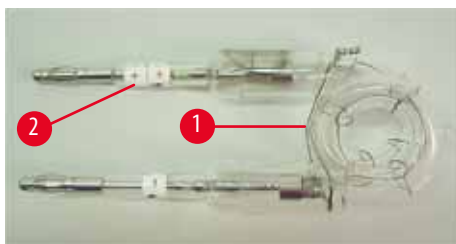
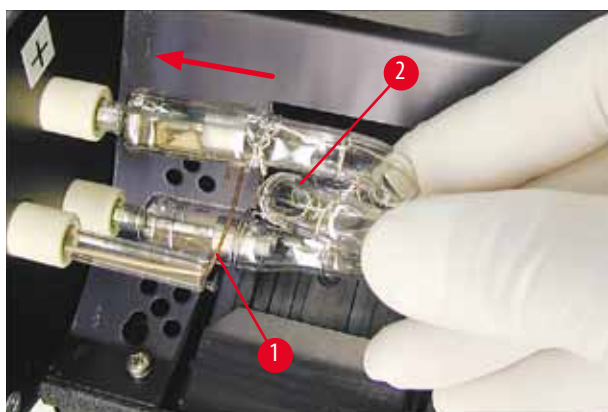

Рис. 18
Рис. 20
2. Вставьте новую лампу-вспышку (→ "Рис. 18") в патрон (→ "Рис. 17-3"), а затем осторожно вдавите ее внутрь до упора (→ "Рис. 20") (отметка полярности (+) больше не должна быть видна). При необходимости осторожно подвигайте лампу-вспышку вверх и вниз.